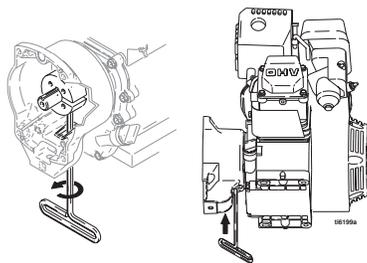

図. 9
- 図. 9. エンジンを傾けると、ガスタンクが下向きになりエアクリーナが上面に向きます。